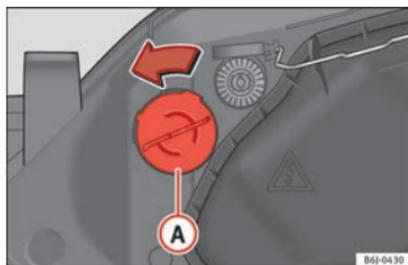

Fig. 103 Luz indicadora de mudança de direção.
- Rode o porta-lâmpadas » Fig. 103 Ⓐ para a esquerda e puxe.